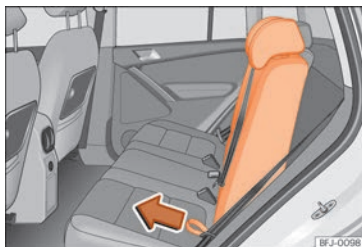

Abb. 155 Rücksitzlehne vor- und zurückklappen.
- Schlaufe »» **Abb. 155** in Pfeilrichtung nach vorn ziehen, dabei Sitzlehne festhalten und langsam nach vorn klappen »» ⚠️.